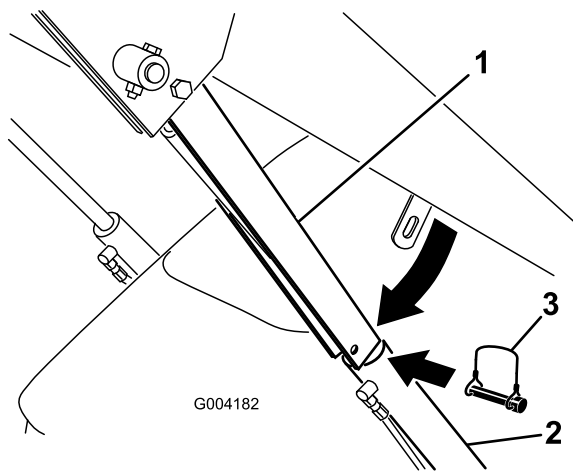

Bild 24
4. Entfernen Sie den Klappstecker, mit dem das Zylinderschloss am Hubarm befestigt ist (Bild 24).
- Senken Sie das Zylinderschloss über die Zylinderstange und befestigen Sie es mit dem Klapstecker (Bild 24).